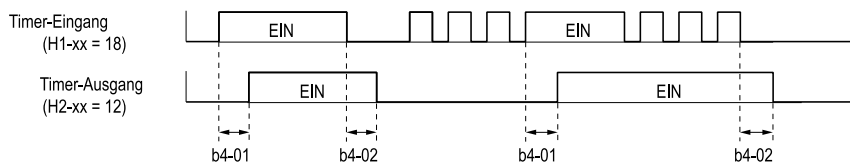

Abbildung 12.26 Beispiel für die Timer-Funktion
- Timer, die eine Verzögerung für Timer-Eingänge und Timer-Ausgänge bewirken. Löst einen Timer-Ausgang aus, wenn der Timer-Eingang länger als die in $b4-01$ [Timer-Funktion Ein-Verzög.zeit] festgelegte Zeit aktiv ist. Löst den Timer-Ausgang verspätet für die in $b4-02$ [Timer-Funktion Aus-Verzög.zeit] festgelegte Zeit aus. In Abbildung 12.26 ist ein Beispiel für die Funktionsweise der Timer-Funktion dargestellt.